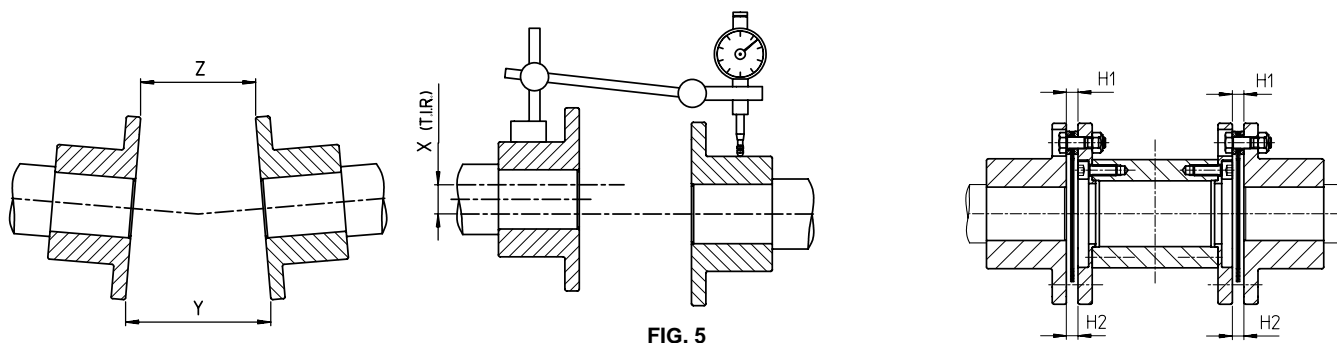

FIG. 5
1.2 Positionner les machines à accoupler et vérifier la distance G entre les moyeux (fig. 5). Voir le tableau ou le dessin approuvé pour la distance G suivant le type d'accouplement. En cas de doute, nous consulter.
1.3 Aligner les arbres en utilisant un comparateur. La précision d'alignement (X et Y - Z) est donnée dans le tableau (fig. 5).
1.7 Vérifier l'alignement en mesurant le max. H₁ et le min. H₂ de la distance entre bride moyeu et bride entretoise (voir figure 5). Voir tableau pour les valeurs admissibles.
1.2 Plaats de koppelen machine tegenover elkaar en controleer de afstand G tussen de naven (fig. 5). Zie tabel of goedgekeurde tekening voor de juiste afstand G. Ingeval van twijfel kunt u contact met ons opnemen.
1.3 Lijn de twee assen uit met behulp van een meter. Uitlijnings nauwkeurigheid (X en Y - Z) volgens uitlijntabel (fig. 5).
1.2 Position the machines to be connected and check distance G between the hubs (fig. 5). See tabulation or approved drawing for distance G following type of coupling. In case of doubt, please consult us.
1.3 Align the shafts using an indicator. The alignment precision (X, Y - Z) is given in the tabulation (fig. 5).
1.7 Check once again the alignment by measuring the max. value H₁ and the min. value H₂ of the distance between the hub flange and the spacer flange (see figure 5). See tabulation for the permissible values.
1.2 Rikta upp de maskiner som skall kopplas ihop. Kontrollera avståndet G mellan navet (fig.5). Se tabell eller godkänd ritning för korrekt avstånd G enligt kopplingstypen. Om någonting är oklart, kontakta oss.
1.3 Rikta upp de båda axlarna med indikatorlocka. Tillåt-na avvikelser X, Y, Z finns angivna i tabellen (fig. 5).
1.7 Kontrollera avslutningsvis ännu en gång ev up-riktningsfel genom att mäta max. vardet H_1 och min. vardet H_2 utgörande max. och min. värde för avståndet mellan nav- och spacerfläns (fig. 5). Se tabell för korrekt tillåtet värde.
1.2 Die zu verbindenden Maschinen entsprechend positionieren. Während der Montage ist der Nabenabstand G zu prüfen (Bild 5). Das exakte Maß G der jeweiligen Kupplungsgröße entnehmen Sie bitte der Tabelle oder einer geprüften Zeichnung. Im Zweifelsfall bitten wir um Rücksprache.
1.3 Beide Wellenenden sind genauestens auszurichten. Die max. zulässige Verlagerung (X und Y - Z) entnehmen Sie bitte der entsprechenden Tabelle (Bild 5).
1.7 Verlagerung und Abstand zwischen Anschlußflansch und Zwischenstückflansch nochmals prüfen (Bild 5). $H_1 = \text{max.}$ — $H_2 = \text{min.}$ Wert. Die zulässigen Werte sind in der Tabelle Verlagerung aufgeführt.
1.2 Posizionare le macchine da accoppiare e verificare la distanza G tra i mozzi (fig. 5). Vedere la tabella o il disegno approvato per la distanza G secondo il tipo di giunto. In caso di dubbio consultateci.
1.3 Allineare l'albero utilizzando un comparatore. La precisione di allineamento X e Y - Z è data nella tabella (fig. 5).